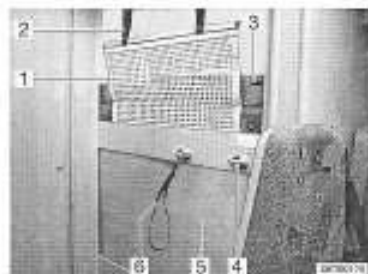

Fig. 82 Lit superposé (côté)
- Tirer sur la boucle (Fig. 82,6) et faire basculer le lit (Fig. 82,5) vers l'arrière.
- Retirer le matelas (Fig. 82,3) du lit supérieur et le poser sur le lit inférieur.
- Accrocher :** ■ Accrocher l'échelle de montée par les longerons sur le bandeau (Fig. 82,4) installé sur le cache.
- Filet de sécurité** Le filet de sécurité (Fig. 82,1) de série est rangé entre le matelas et le sommier à lattes. Ne tendre le filet de sécurité qu'une fois que les personnes se trouvent dans la capucine.
- Faire s'enclencher les sangles de retenue (Fig. 82,2) dans les œillets du plafond.